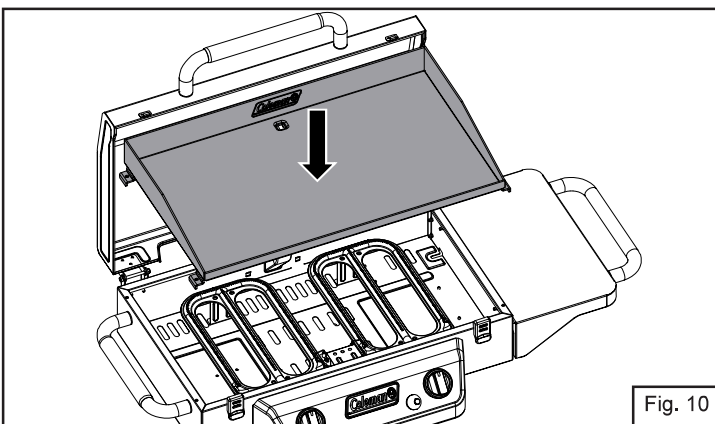

Fig. 10
10. Coloque la plancha boca arriba sobre el aparato (Fig. 10).